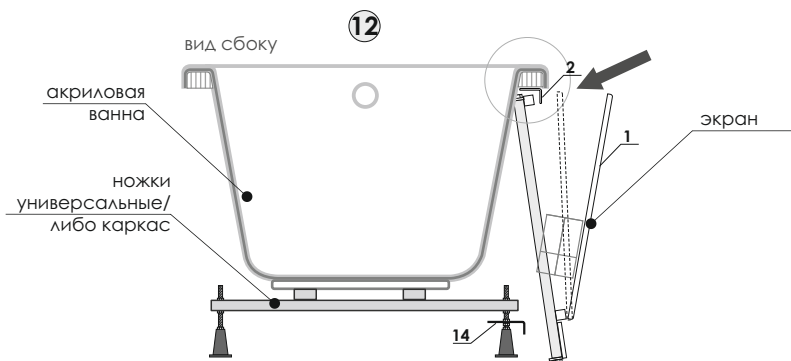

рис. 12.1
12. Задвиньте экран под бортик ванны (рис. 12.1).